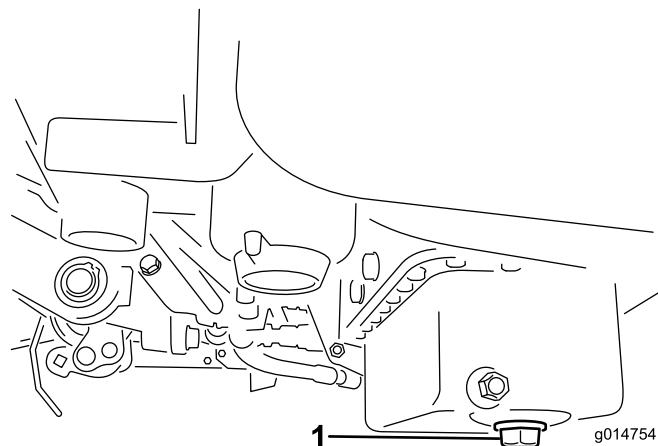

図 42
1. ドレンプラグを外してオイルを容器に受ける。オイルが抜けたらドレンプラグを取り付ける（図 42）。